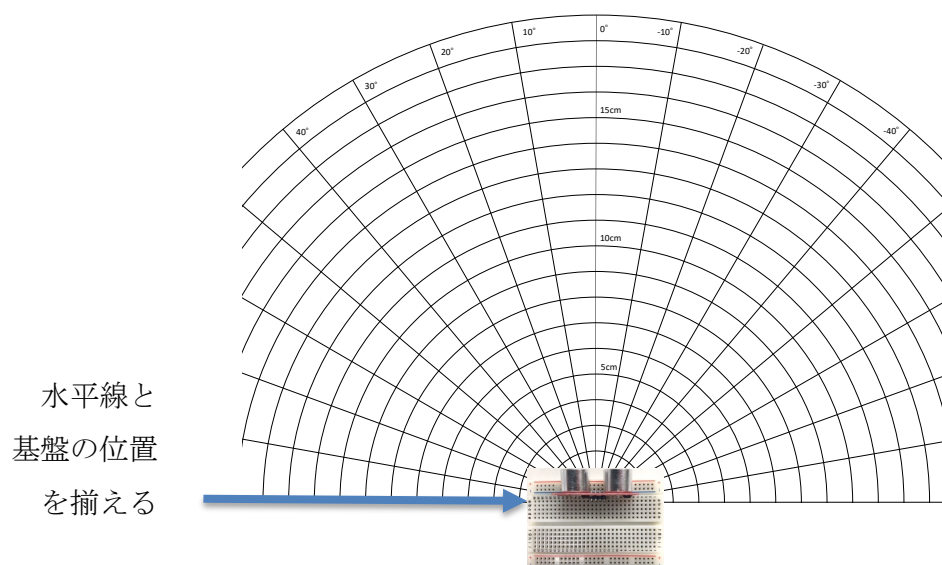

図 7.1.13 : 超音波センサの配置
- ① 図 7.1.13 の位置に超音波センサと同心円図を設置せよ。